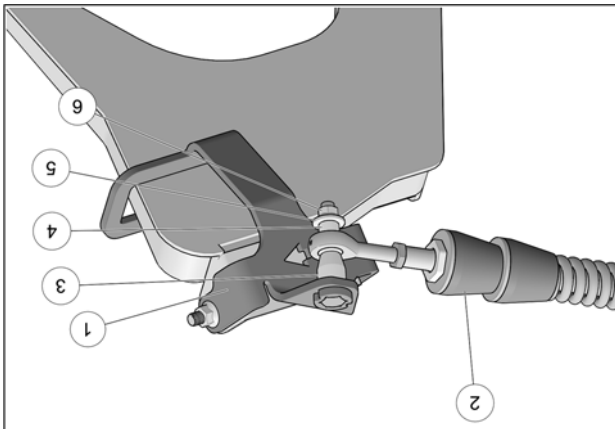

Fig. 11
10. Fixer le bras stabilisateur (2) au boulon déjà installé sur l'ancrage de suspension (1) à l'aide de l'espaceur long (3), de l'espaceur court (4), de la rondelle (5) et de l'écrin autobloquant (6). Serrer à un couple de 70 N•m [52 lb•pi]. Voir la Fig. 11